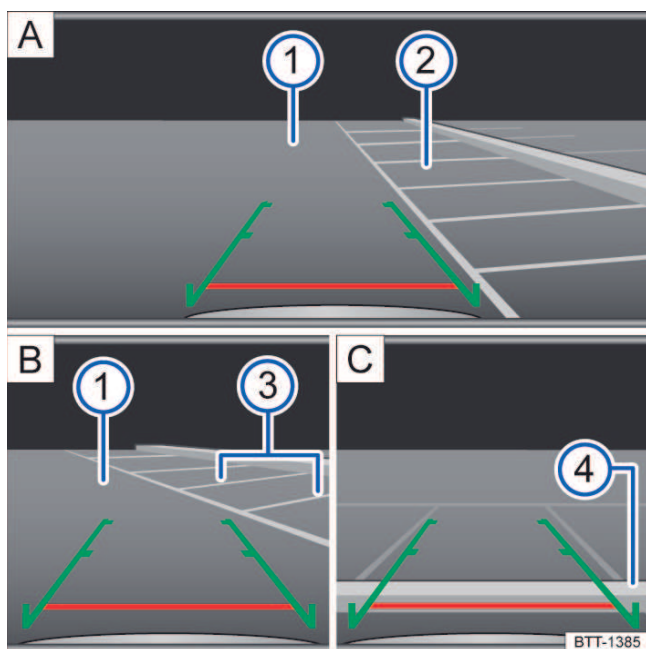

Fig. 106 Exibição do display do sistema de estacionamento com a câmera de marcha a ré.
- Posicionar o veículo na frente da vaga de estacionamento → Fig. 106 ② A.
- Conduzir para trás lentamente e manobrar de modo que as guias verdes laterais conduzam entre as linhas de delimitação da vaga de estacionamento delimitada ② A.
- Alinhar o veículo na vaga de estacionamento selecionada de modo que as guias verdes laterais fiquem em cima das linhas de limitação lateral ③ B.
- Parar o veículo, quando a linha vermelha atingir a limitação traseira ④ C.
Legenda para Fig. 106: